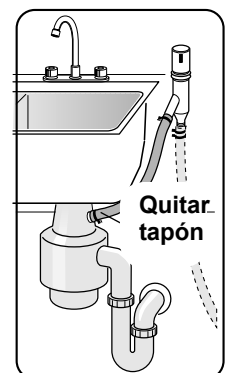

Ilustración 11
- 4 A una conexión de desagüe de la lavadora de platos que cuenta con una trituradora de basura a través de un espacio de aire, como se muestra en la Ilustración 11.